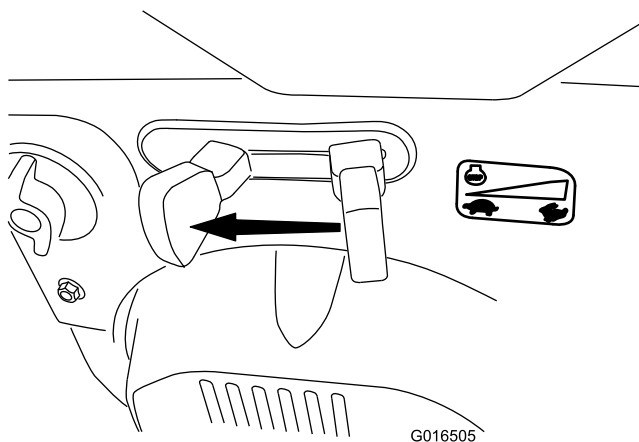

Figure 25
1. Déplacez la commande d'accélérateur en position BAS RÉGIME, puis en position ARRÊT (Figure 25) pour couper le moteur. Il est également possible de couper le moteur en tirant la clé de contact vers l'extérieur, à la position du milieu.